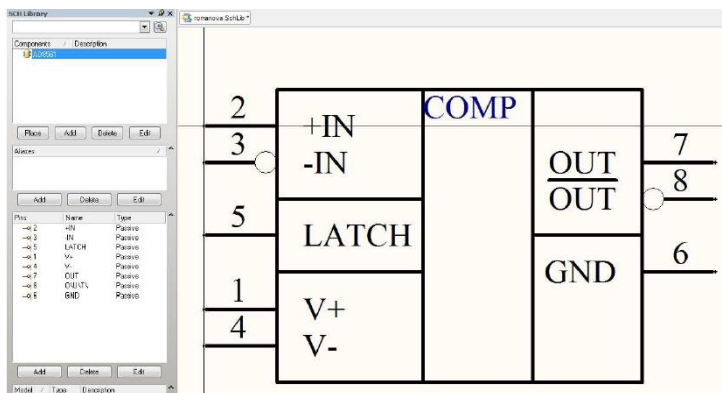

Рис. 4. УГО микросхемы AD8561
7. Ввести функциональное назначение МС, выбрав Place>>Text String. Для AD8561: COMP (в соответствии с ГОСТ 2.743 так обозначается компаратор), см. Рис. 4.